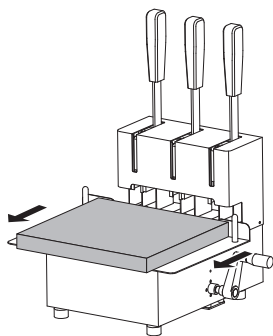

图1
1. 将工作台拉出，把整理好的文档放在工作台上。（图1）
### 2. 检查废纸中是否有半月形的小纸片，应避免任何不圆的形状。如果有非圆形纸屑产生（图1），原因可能是：
(图1)